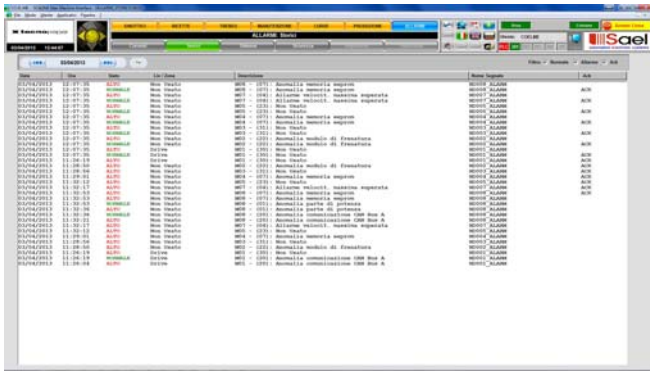

**Fig.13) PAGINA GESTIONE REPORT DI PRODUZIONE**
- Pagina gestione **report di produzione (opzione - Fig.13)**